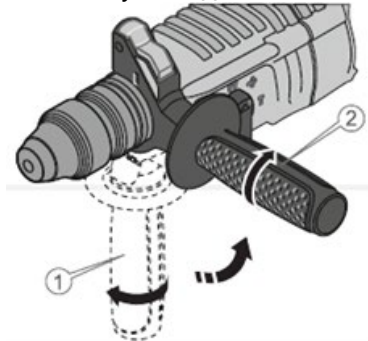

Рисунок 2. Схема налаштування допоміжного руків'я.
1. Послабити хомут фіксації допоміжного руків'я, повертаючи його нижню частину проти годинникової стрілки, та встановити на виріб (рис. 2).
2. Допоміжне руків'я може змінювати своє положення по колу (в будь-який бік), забезпечуючи зручність під час роботи з виробом (рис. 2).